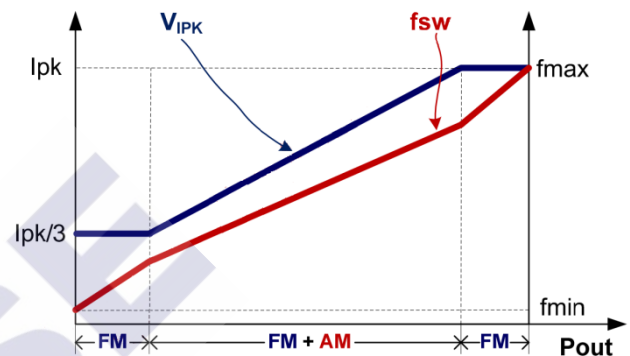

图 1
为满足系统平均效率和空载待机方面的严格要求，U3212 采用了调幅控制 (AM) 和调频控制 (FM) 相结合的工作模式，如图 1 所示。